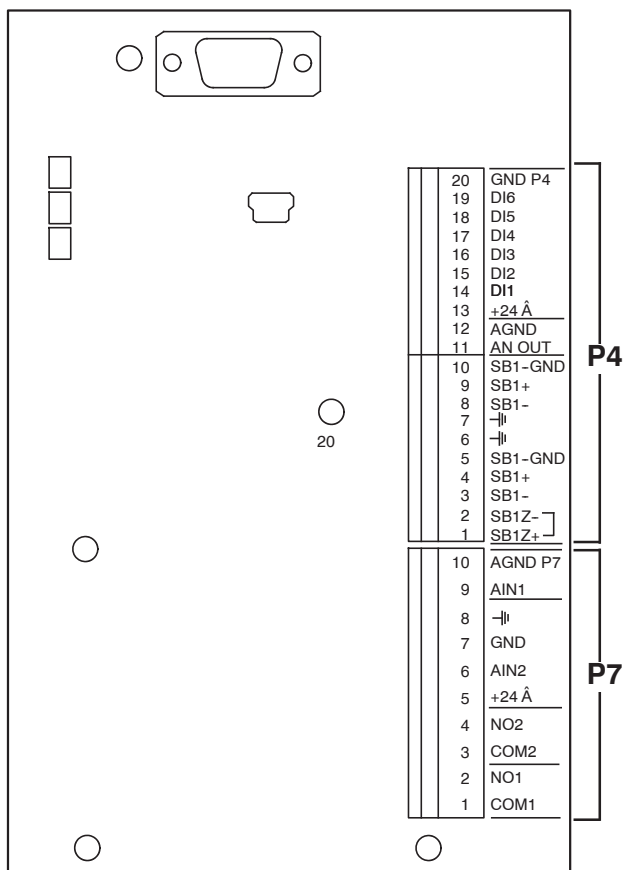

Рис. 15: Входы / выходы клемм управления
Расположение клемм управления показано на Рис. 15 или Таблица 22. Возможности подключения клемм управления на клеммную колодку P4 и клеммную колодку P7 ограничиваются поперечными сечениями проводов:
**Клеммная колодка P4, клеммы 13 – 20** (см. Рис. 15)
##### Клеммная колодка P7, клеммы 1 – 4 (см. Рис. 15)
##### Клеммная колодка P7, клеммы 5 – 10 (см. Рис. 15)
##### Клеммная колодка P4, клеммы 11 – 12 (см. Рис. 15)
#### Клеммная колодка P4, клеммы 1-10 (см. Рис. 15)
Клеммная колодка P4, клеммы 13 19 (см. Рис. 15)